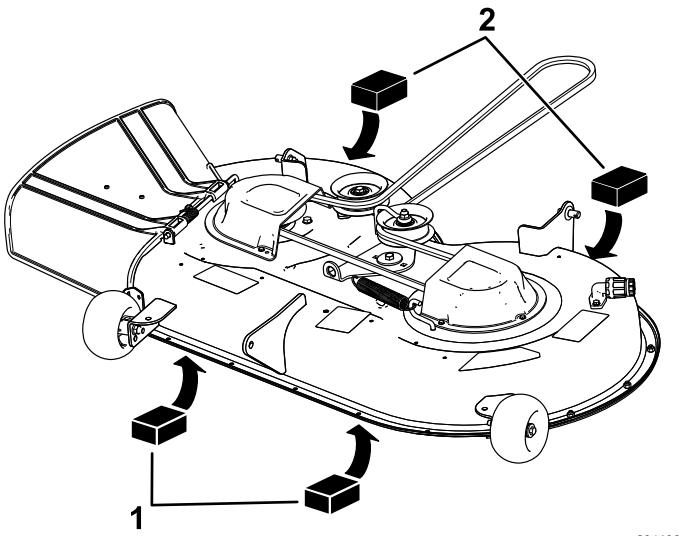

Рисунок 65
- Установите 2 подставки толщиной по 6,6 см (2½ дюйма) под каждую сторону передней кромки деки, но не под кронштейны защитного валика (Рисунок 65).
- Установите 2 подставки толщиной по 7,3 см (2¾ дюйма) под заднюю кромку фартука режущей деки, по одной на каждой стороне режущей деки (Рисунок 65).